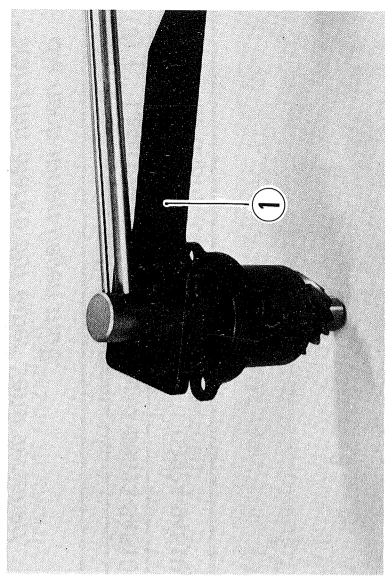

Abb. 8-24
- Darauf achten, daß das Gewinde des Endtriebskegelrads frei von Öl ist. Eine dünne Schicht Sicherungskitt THREAD LOCK CEMENT SUPER 103 K auf das Gewinde auftragen, Endtriebskegelradverbindung, Zwischenlagscheibe und Mutter anbringen und die Mutter auf das vorgeschriebene Anzugsmoment anziehen. (Abb. 8-24)